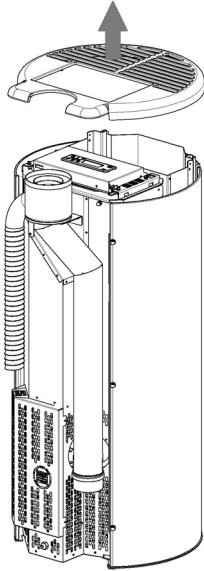

Fig. 72 - Fjernelse af topstykke
- Fjern topstykket i støbejern (se **Fig. 72**).